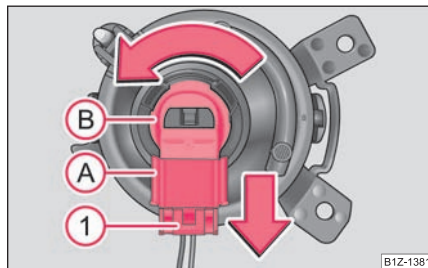

Fig. 251 Faros antiniebla: Cambio de bombilla
- Gire el fusible ① ⇒ página 274, fig. 251 del conector ① y quite el conector del portalámparas ②.
- Gire el portalámparas ③ con la bombilla hacia la izquierda, hasta al tope, y retírelo.
- Conecte el conector ① en el portalámparas ③.